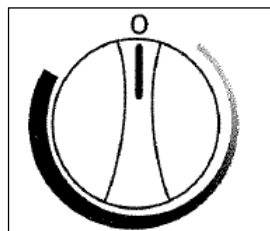

Fig. 2
- Pour arrêter le refroidisseur à vin (arrêt du refroidissement), tournez le bouton de commande de la temp. à la position «0» (OFF) (**voir la Fig. 2**).
- Tournez la commande en position «OFF» (0) pour couper temporairement le cycle de refroidissement. Lorsque le refroidisseur à vin n'est pas utilisé pendant une longue période, débranchez la prise de courant et laissez la porte partiellement ouverte. Régler la commande à la position "OFF" pour arrêter temporairement le cycle de refroidissement. Si le refroidisseur à vin ne doit pas être en marche pendant quelques temps, débrancher la prise et laisser la porte entre-ouverte.